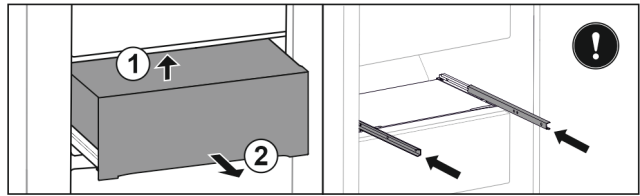

Fig. 114
- Çekmeceyi arka alt tarafından kaldırın. Fig. 114 (1)
- Çekmeceyi öne doğru çıkartın. Fig. 114 (2)